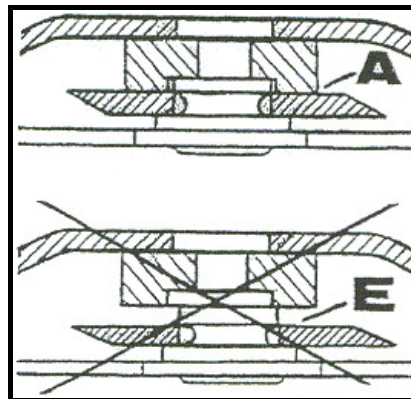

Abb. 48: Position Messerhalterzapfen
Siehe Abbildung 48: **(A)** – richtig; **(E)** - falsch
Siehe Abbildung 48: (A) – richtig; (E) - falsch